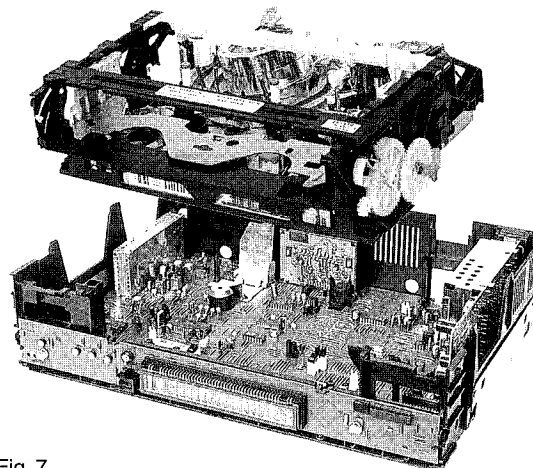

Fig. 7
- Danach kann das Laufwerk vom MOBO gelöst werden (Fig 7)